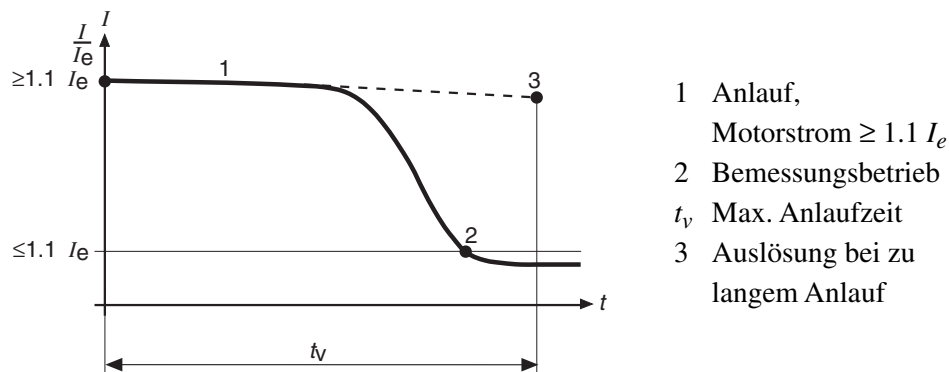

Bild 6.25.1 Anlaufzeit-Überwachung.
- Anlagen bei denen eine erhöhte Belastung oder Blockierung des Antriebs schon während dem Anlauf erfasst werden muss, um grössere Schäden zu vermeiden. Mögliche Ursachen: Überladene Anlagen, defekte Lager oder Übertragungselemente. **Bild 6.25.1**